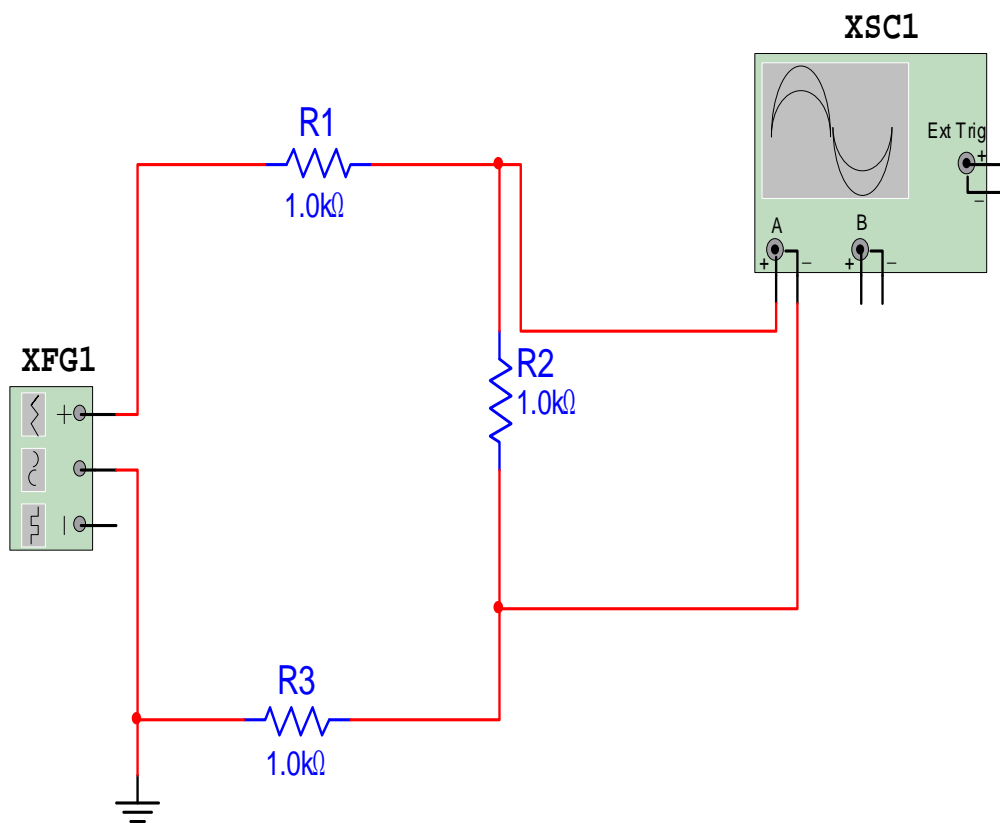

Fig. 2
3. Medir con el Osciloscopio los puntos A-B, B-C, C-D Fig. 2